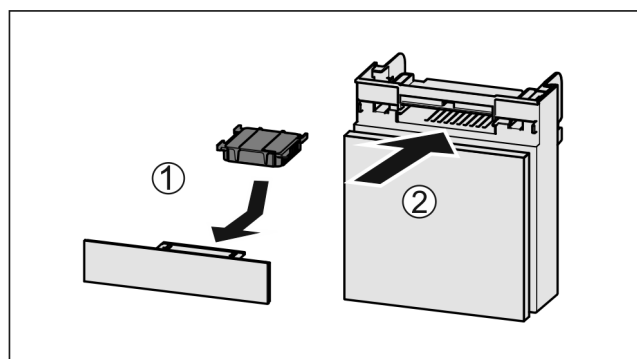

Fig. 138
- ▶ 按图装入 Fig. 138 (1) 活性炭过滤器。
- ▶ 推入 Fig. 138 (2) 抽屉。